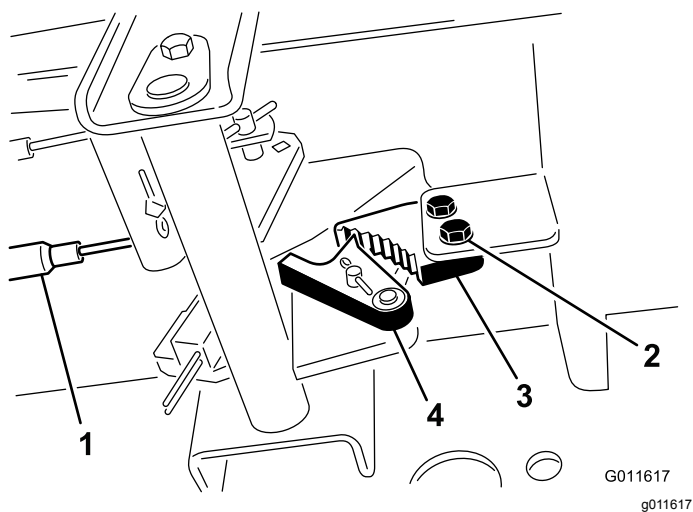

Рисунок 46
1. Ослабьте два винта крепления защелки стояночного тормоза к раме (**Рисунок 46**).
2. Нажимайте педаль тормоза вперед, пока углубление тормоза не войдет полностью в зацепление с защелкой тормоза (Рисунок 46).